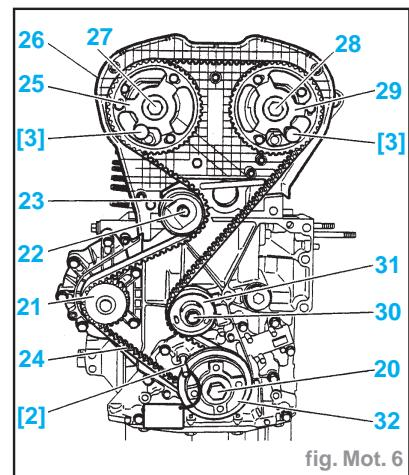

fig. Mot. 6
- Piger (fig. Mot. 6) :
- Desserrer la vis (22) du galet tendeur (23).